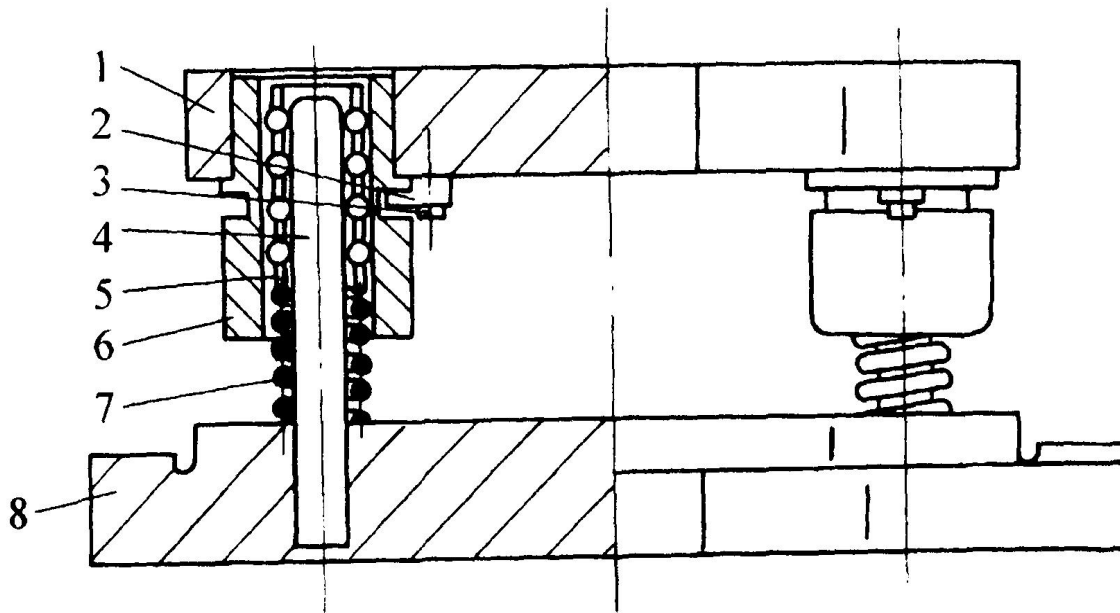

图2-42 滚动导向模架
- 3、滚动导向模架的装配 滚动导向模架结构与滑动导向模架结构基本相同（图2-42），所不同的是导柱，导套之间设有滚珠，导柱、导套与滚珠过盈配合（过盈量按导柱直径大小为 $0.005\sim 0.02\text{mm}$ ）。